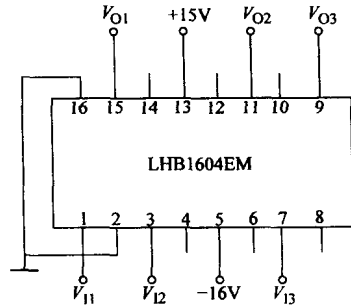

图 1-12 LHB1604EM 的典型应用电路
9. 典型应用电路 该电路为三个单独 50 倍的反相放大电路，其输出与输入电压关系如下： $V_{O1} = -50V_{I1}$ ， $V_{O2} = -50V_{I2}$ ， $V_{O3} = -50V_{I3}$ 。如图 1-12 所示。